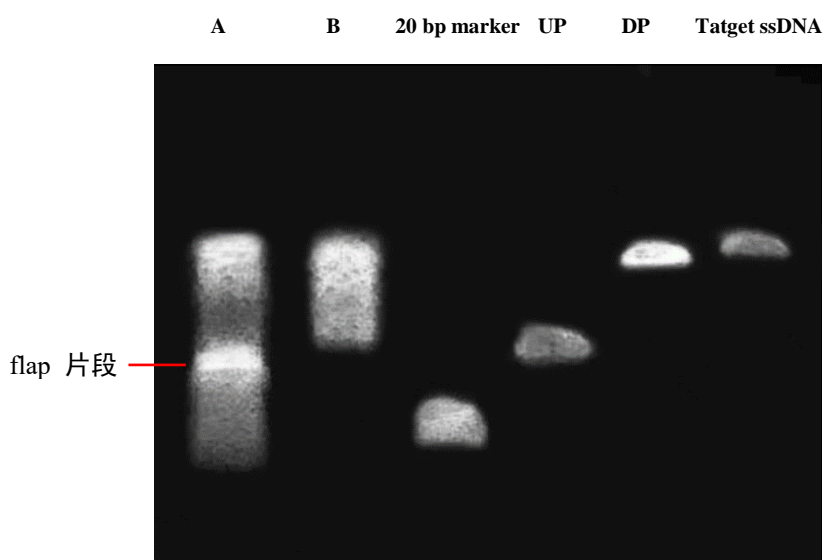

Fig. 1 FEN1 水解 Flap 片段结果图
2. 65°C 孵育 1 h, 得到如 Fig. 1 所示结果